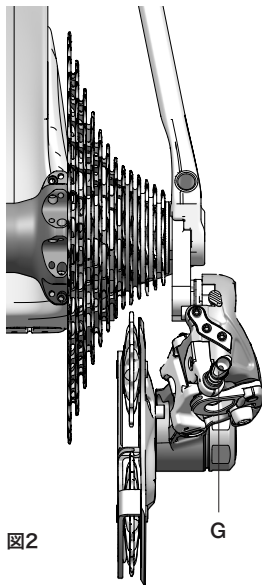

図2
- 上側プーリーがスプロケットの右側に位置している、またはリア・ディレイラーが大きいスプロケットに上がらない場合は、調整ねじ (G - 図2) を反時計回りに回し (緩め)、リア・ディレイラーを内側に動かします。